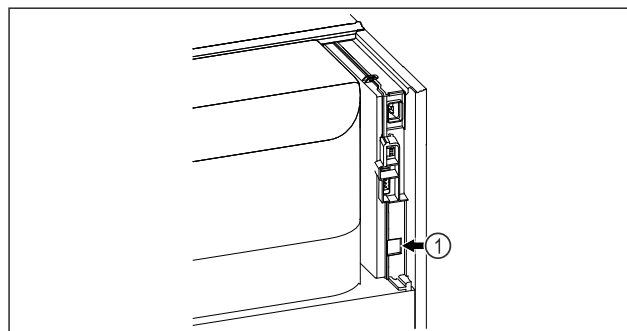

Fig. 109
- ☐ Je používán SmartModule Fig. 109 (1).